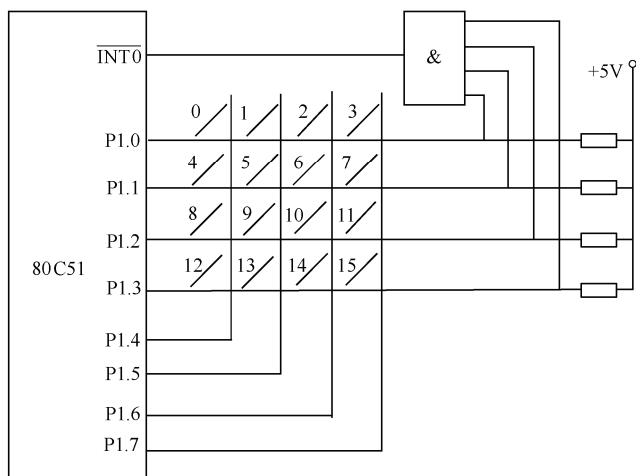

图 9.34 工作于中断方式的矩阵式键盘接口电路
采用中断的方式能够提高单片机扫描键盘的效率,但是在硬件电路的连接上也会不一样,如图 9.34 所示。把行线信号连接到与门,只要行线中有任意一根线出现低电平就会向单片机申请中断。
**【例 9.18】**按图 9.34 所示的连接图,试编制中断方式键盘扫描程序,将键盘中的按键码存入片内 RAM 30H 单元中。